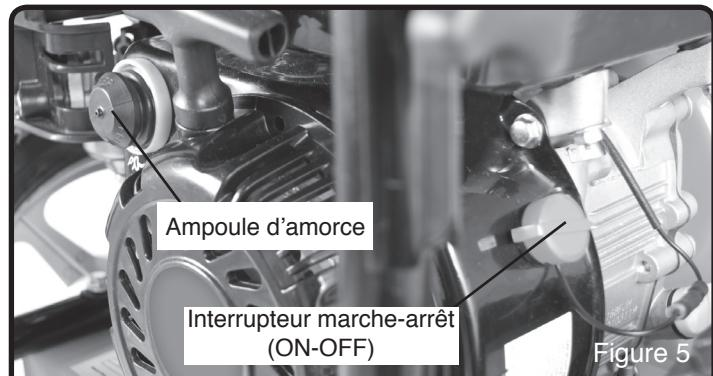

Figure 5
3. Enfoncez l'ampoule d'amorce 3 fois et attendez 2 secondes entre chaque fois. (Voir Figure 5)